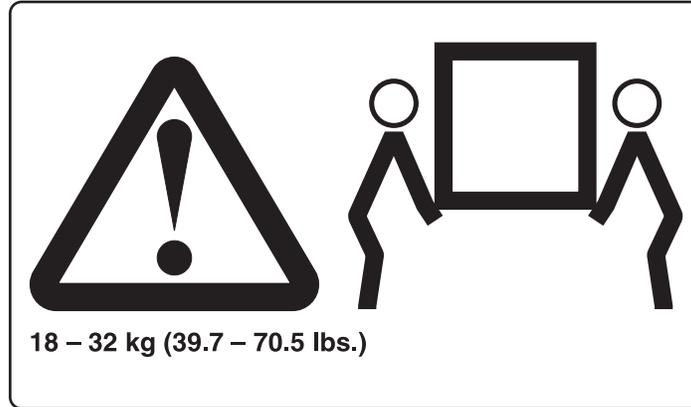

図 12. バッテリー装置上の 2 人で持ち上げラベル
1. 2 人で持ち上げラベル。 xxxiii ページの図 12 を参照してください。